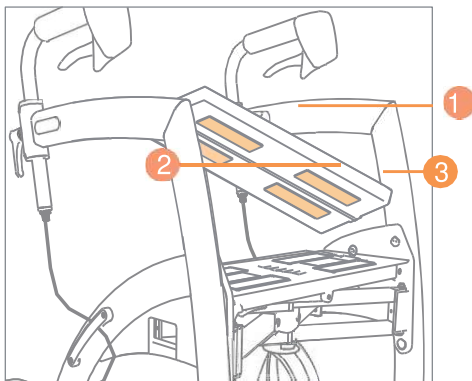

Figura 69: Retirar el cojín del asiento del andador.
- Retire el velcro de la funda del cojín del asiento (**figura 69**).